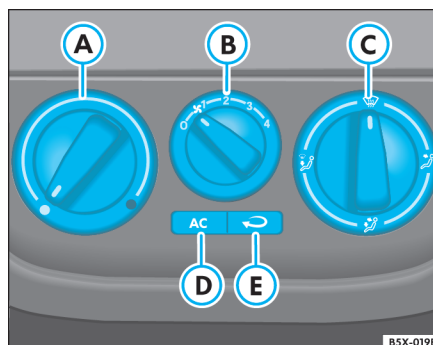

Fig. 86 Detalle en el cuadro: mandos del aire acondicionado
Por los 4 difusores frontales (2 en el centro y 1 en cada extremo del cuadro de instrumentos) sale aire renovado, calentado o no, conforme a la posición del mando ⇒ fig. 86 (A). Estos difusores  son seleccionados por el mando (C) y pueden ser